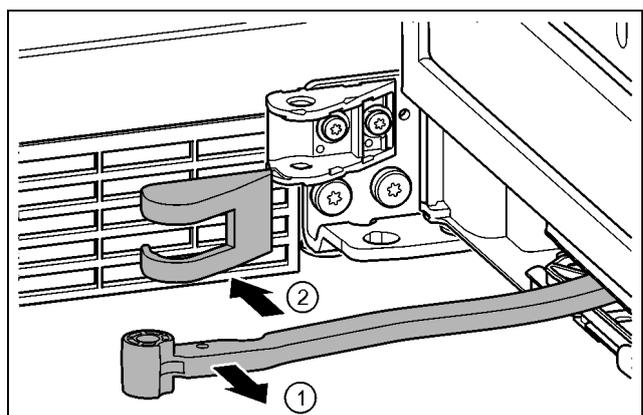

Fig. 16
- ▶ Gelenk in Richtung Tür drehen. *Fig. 16 (1)*
- ▶ Lagerbockabdeckung entfernen. *Fig. 16 (2)*